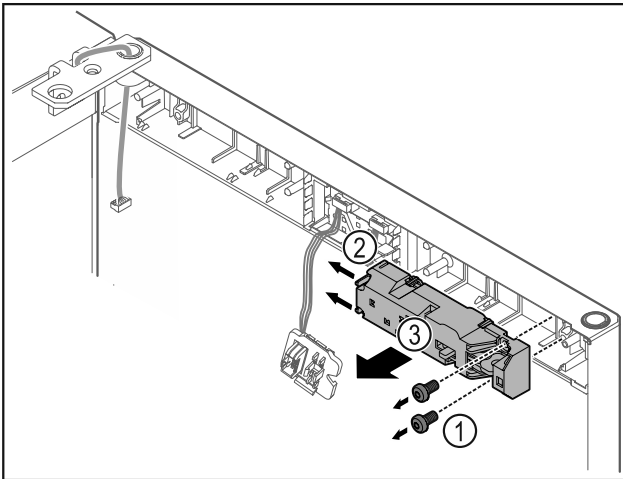

Fig. 15
- ▶ Schrauben Fig. 15 (1) entfernen.
- ▶ Rastnasen Fig. 15 (2) zur Seite drücken und Fernschloss Fig. 15 (3) abnehmen.